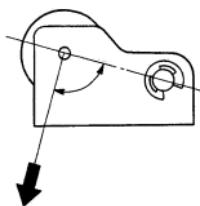

Fig. 4-1
3. Slowly pull the spring scale against the pinch roller in the direction shown by the arrow in Fig. 4-1, until the pinch roller is fully apart from the capstan shaft, then slowly let the pulling force loose end.
3. ピンチ・ローラがキャブスタン・シャフトから完全に離れるように秤を矢印の方向(図4-1)に引張った後、ピンチ・ローラが再びキャブスタン・シャフトに接触するように徐々に戻す。